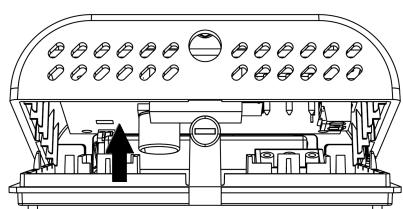

Fig. 3
- Girar la tapa ejerciendo una ligera presión hasta extraerla completamente (Fig. 3).